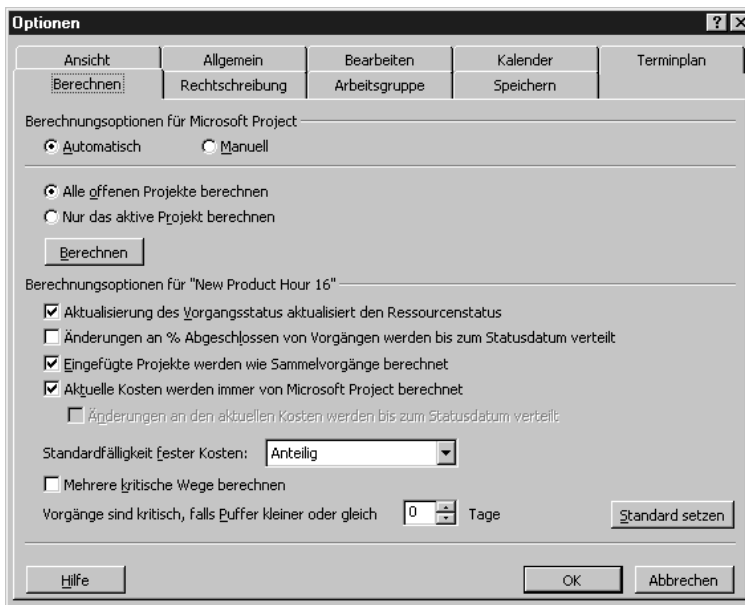

Abbildung 20.9:
1. Wählen Sie EXTRAS, OPTIONEN um das Dialogfeld OPTIONEN anzuzeigen und wählen Sie den Reiter BERECHNEN aus (siehe Abbildung 20.9).